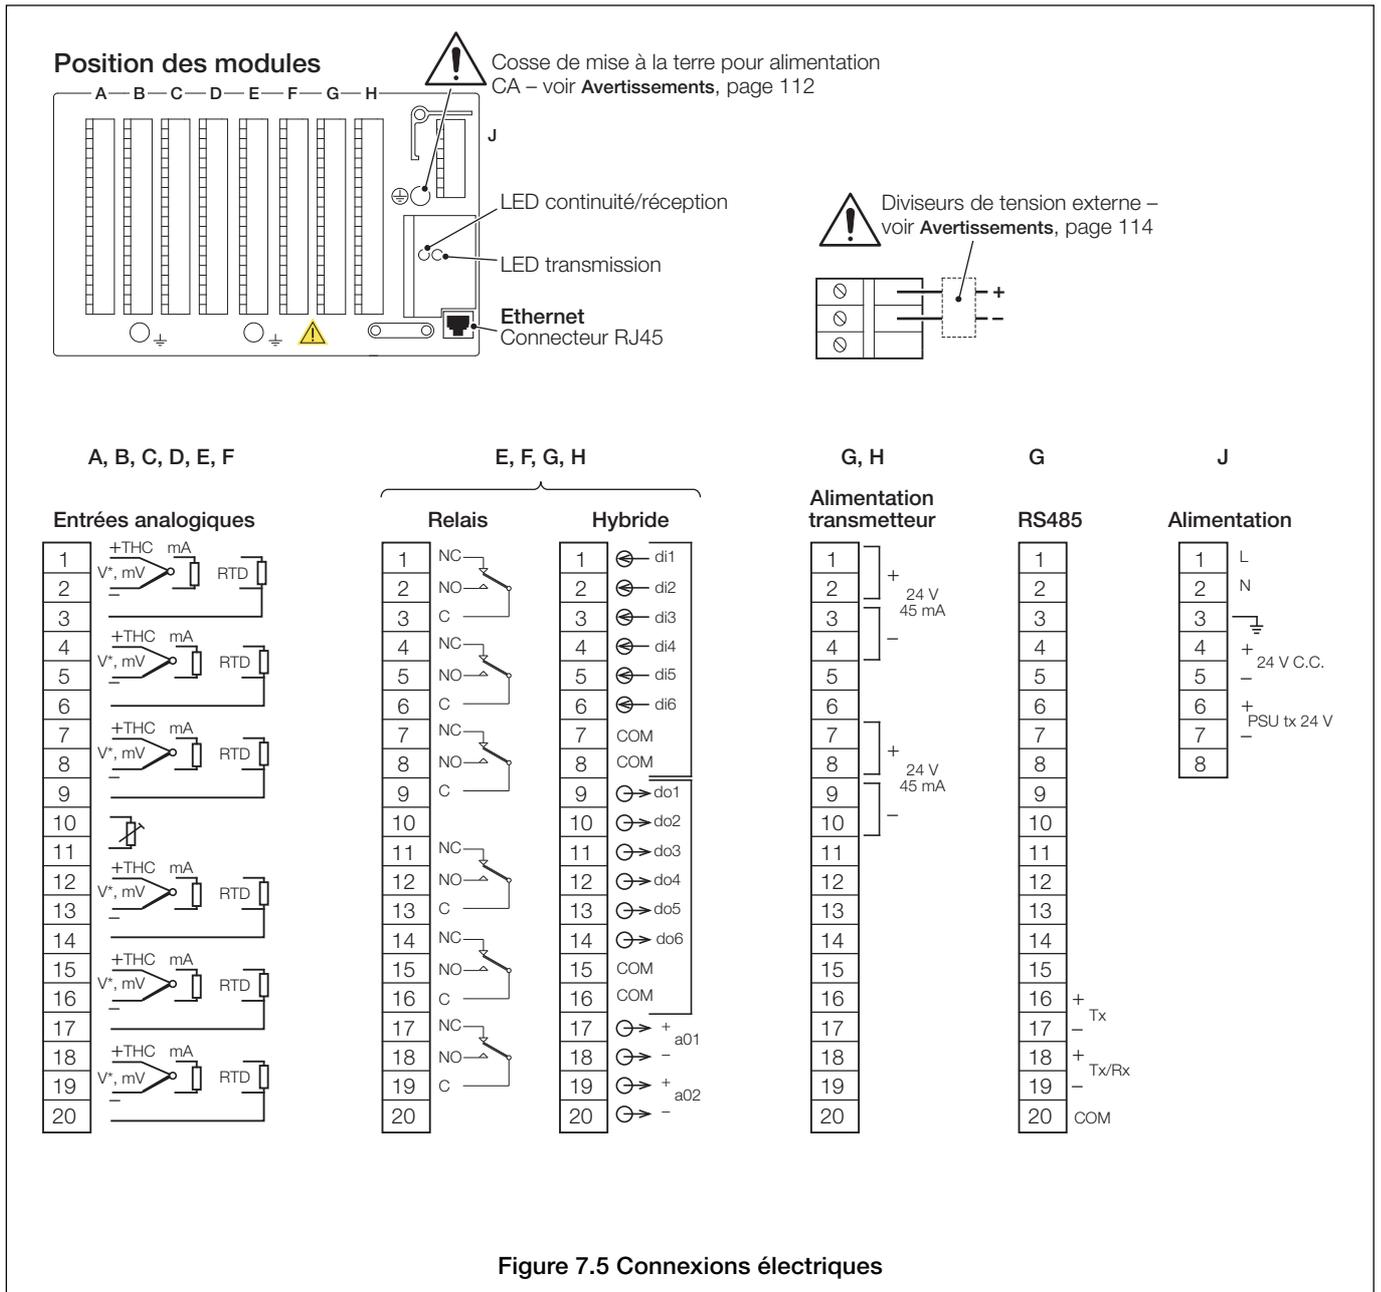

Figure 7.5 Connexions électriques
- Il est fortement recommandé d'utiliser des câbles blindés pour les entrées signaux et les connexions relais. Connectez le blindage à la cosse de terre - voir Figure 7.5, page 113.
Pour connecter l'instrument au réseau Ethernet, utilisez un câble de réseau et branchez-le au concentrateur du réseau. La connexion se fait via un connecteur RJ45 standard situé à l'arrière de l'unité – voir Figure 7.5, page 113.